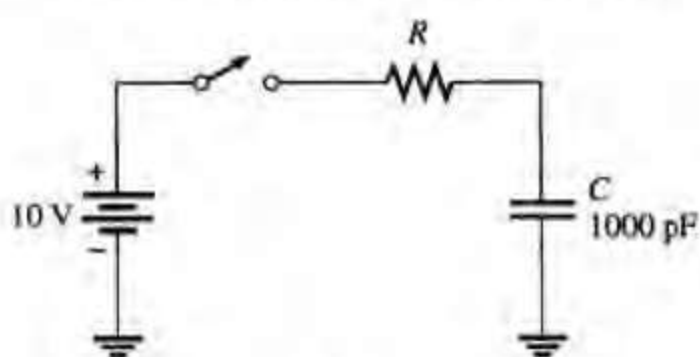

图 13.73
- * 38. 图 13.73 中, 电容初始时不带电。开关闭合后 $t = 10 \mu\text{s}$ 时, 电容的电压是 7.2 V 。计算电阻 R 的值。